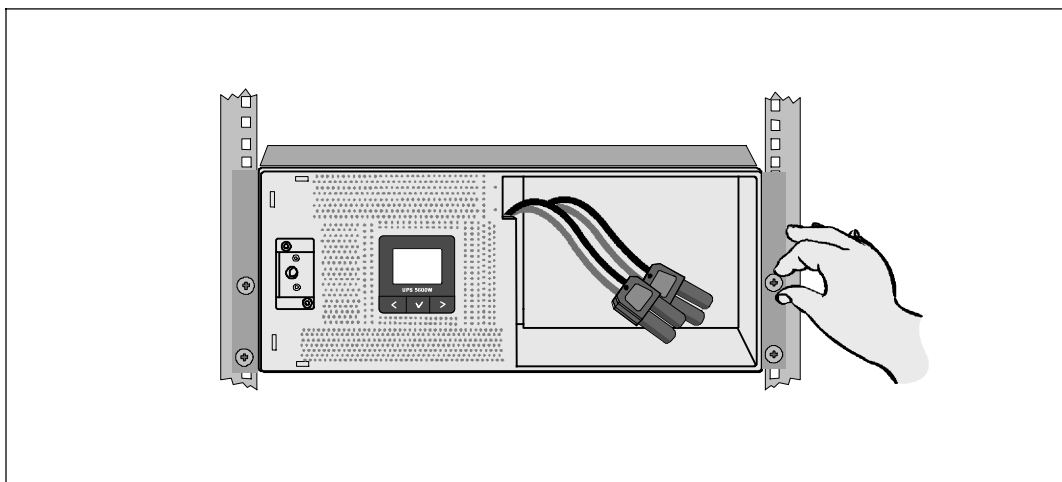

図 11. キャビネットの固定方法
- 7 マウンティングブラケットにある4つの蝶ネジを使って、キャビネットの前方をラックに固定します（図 11を参照）。手で強く締めてください。電動工具は使用しないでください。その他のキャビネットも同じ方法で固定します。